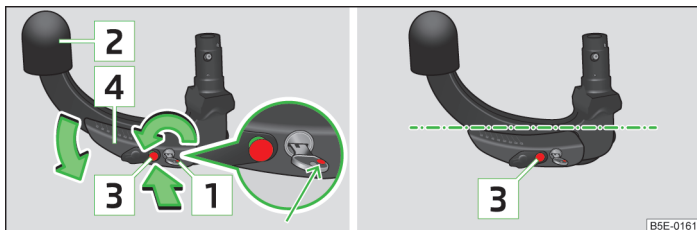

Abb. 106 Bereitschaftsstellung einstellen / Bereitschaftsstellung
- Den Schlüssel drehen, sodass seine rote Markierung **1** » Abb. 106 sichtbar ist.